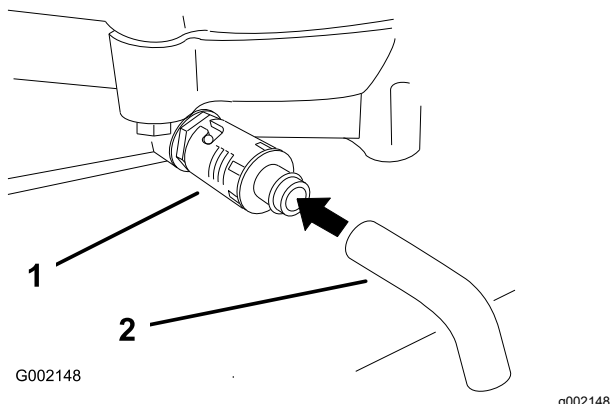

Bild 22
4. Stellen Sie eine Auffangwanne unter den Ablass. Drehen Sie das Ölablassventil und lassen Sie das Öl ablaufen (**Bild 22**).